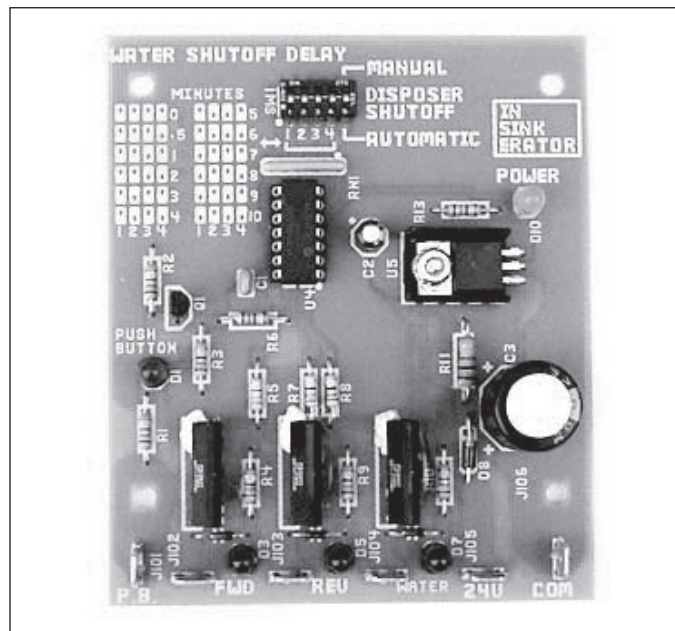
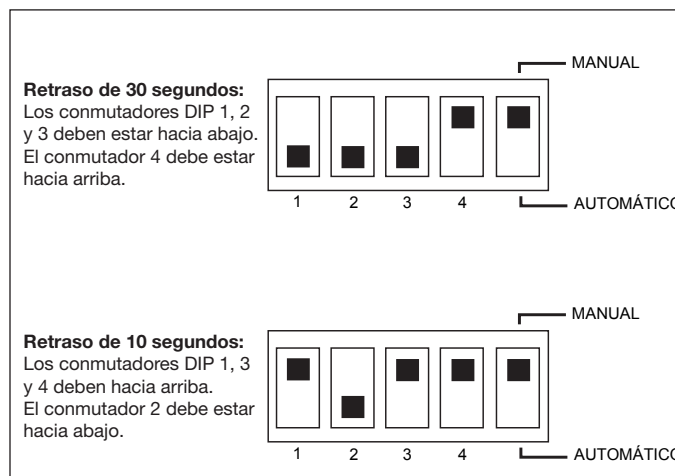

Figura 22.
Figura 23. Ejemplos de programación de retraso
Este retraso del cierre de agua puede ajustarse desde 30 segundos hasta 10 minutos (ver Figura 23). Programe el retraso del cierre de agua durante al menos 2 minutos en los sistemas con cuba.
Ubique el retraso del cierre de agua que se encuentra en la parte superior de la placa de circuito impreso del WX-101A (ver Figura 22). Programe los interruptores DIP para el retraso del cierre de agua deseado. Utilice la guía impresa en la placa de circuito para programar los minutos del retraso (también ver Figura 23). Los interruptores DIP deben moverse para que coincidan con las áreas pintadas en la guía.
**NOTA:** Este mecanismo está programado para la posición manual desde fábrica. Para activar el apagado del sistema programado automáticamente, desconecte la corriente eléctrica hacia el centro de control, luego abra la puerta del centro de control. Ubique el módulo de los interruptores DIP que se encuentra en la parte superior de la placa de circuito (ver Figura 22). Mueva el interruptor DIP n.º 5 desde MANUAL (manual) a AUTOMÁTICO (automatic). El sistema ahora se apagará automáticamente 10 minutos después del arranque.